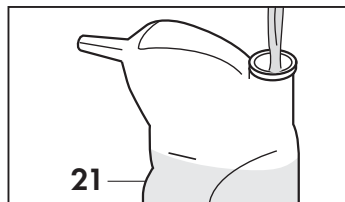

Fig. 6
Riempire la bottiglia (21) con acqua demineralizzata o acqua del rubinetto (**Fig. 6**).